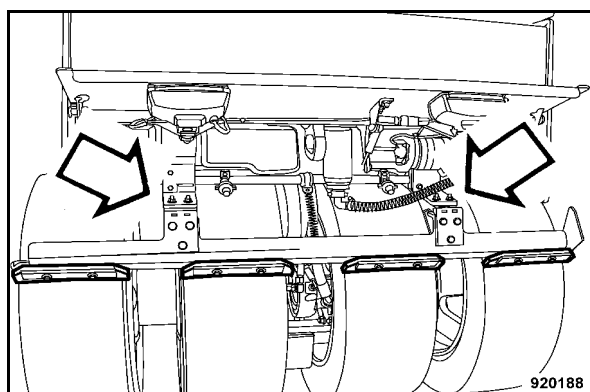

Fig. 152
- Ouvrir la trappe arrière, vérifier les racleurs, les remplacés si nécessaires (Fig. 152).